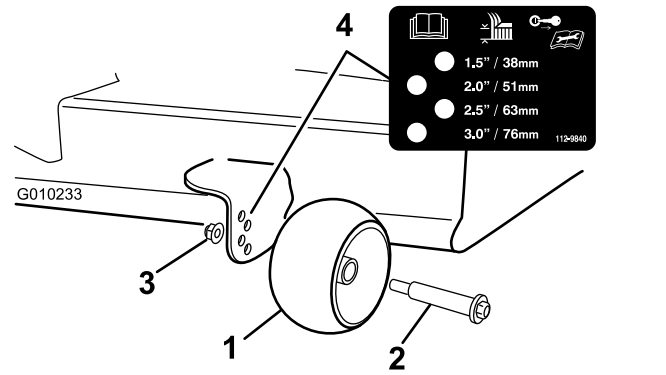

Figura 32
3. Ajuste os rolos antidanos (**Figura 32**) para corresponder à posição da altura de corte mais próxima.